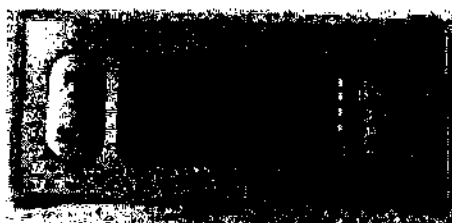

Рис.1.
2. Регулирование температуры: См. рис.1.